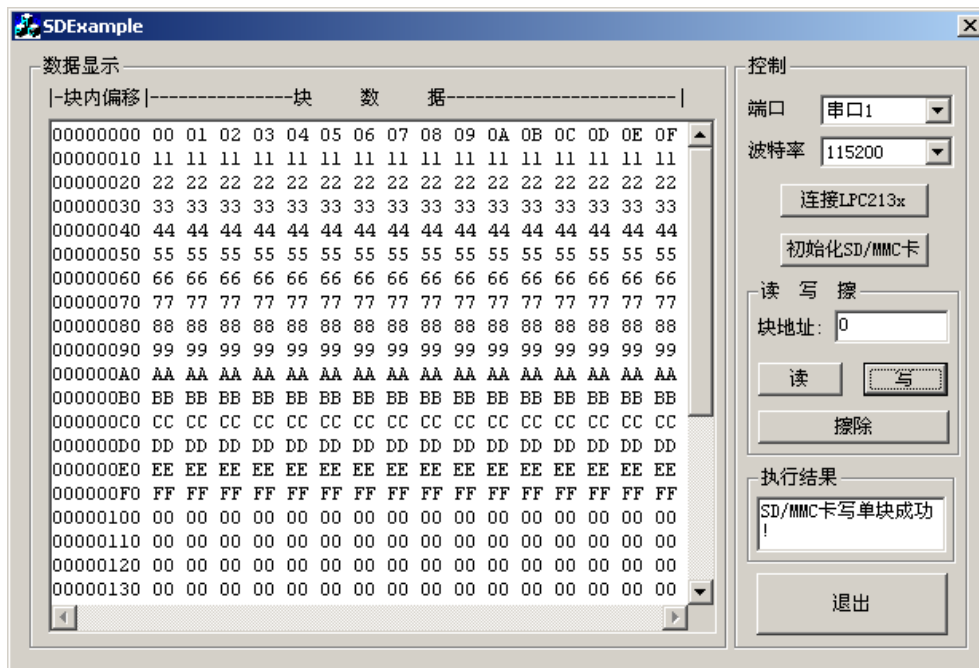

图 1.16 写 SD/MMC 卡
22. 如果想要写某块，则需要用鼠标点击在“数据显示”框中的“块数据”区，然后用键盘键入要写入的数据，然后按“写”按键，软件将该块写入到 SD/MMC 卡中，“执行结果”框将显示执行结果。如图 1.16 所示。
如果想要擦 SD/MMC 卡，那么请按“擦除”按键，将弹出如图 1.17 所示的擦除对话框，填写好起始块地址和要擦除的块数，然后按“擦除”。擦除操作执行结果将在图 1.16 所示的“执行结果”中显示出来。擦除限制 5000 块的目的是防止擦除时间太长导致串行通信超时，并非说 SD/MMC 卡一次擦除操作只能擦 5000 块。